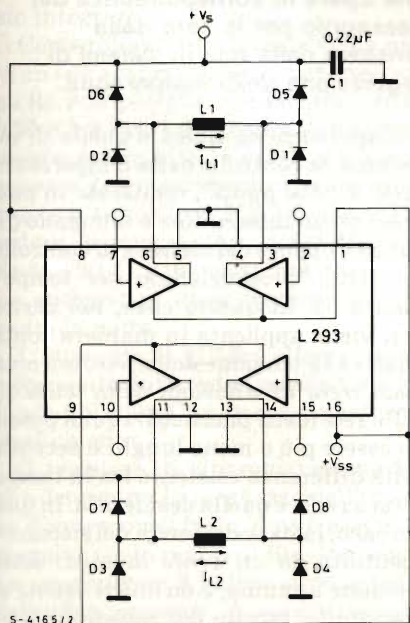

Fig. 1 - Sistema di comando di un motore passo-passo a due fasi realizzato con il c.i. L 293. (Schema originale SGS-ATES).
Fig. 1 - Illustrazione del concetto di interruzione della tensione di rete in corrispondenza del suo passaggio per lo zero. Partendo dall'alto: indicazione dell'interruttore; tensione alternata della rete; azione sulla tensione della rete di un interruttore che interrompe (o chiude) il circuito in corrispondenza del passaggio per lo zero della tensione della rete; azione sulla stessa tensione di rete di un interruttore a bimetallo.
Fig. 1 - Sistema di alimentazione del timer mediante tensione di rete. a = fase della rete (R) applicata a Vs; b = neutro della rete (MP) collegato alla massa dell'integrato.